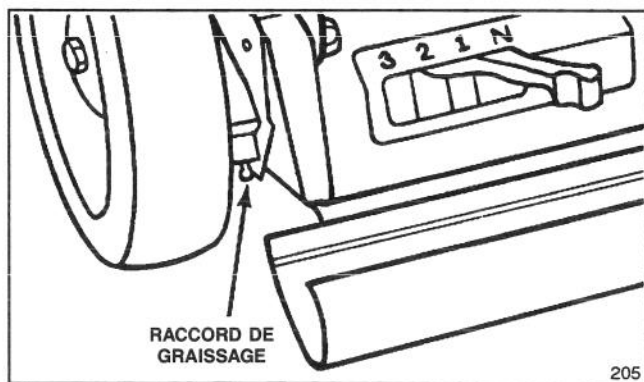

Figure 28
1. Réglez la hauteur de coupe des roues arrières à 51 mm (2"). Essuyez les raccords de graissage avec un chiffon propre (figure 28). Placez une pompe à graisse dans le raccord et pompez doucement, 2 ou 3 fois, de la graisse tous-usages à base de lithium (type n° 2).